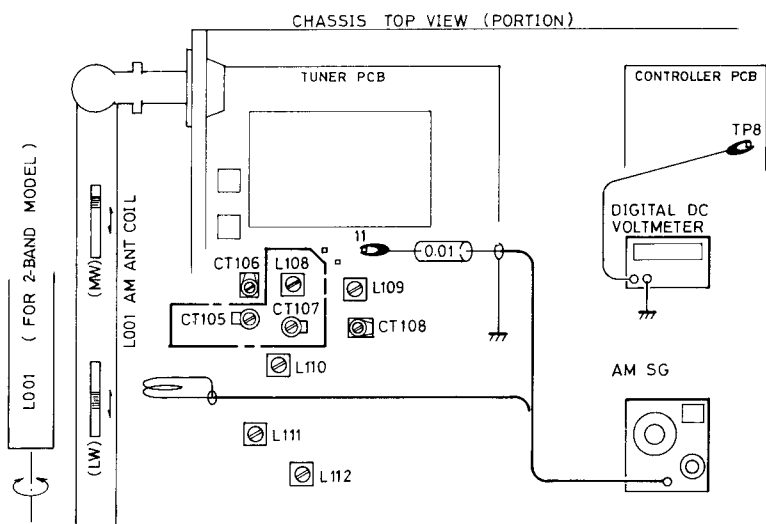

Fig. 4. Portion encircled by - - - - is not applied to 2-band models.
- Receive 164kHz signal from the AM signal generator, adjust the (LW) coil of AM antenna L001 on the rear panel to obtain maximum sensitivity.
- Repeat steps 4 and 5 until no further improvement is noticed. (Fig. 4)
- Appliquer un signal 164kHz à l'aide du générateur de signaux MA et ajuster la bobine (GO) d'antenne MA L001 sur le panneau arrière de façon à obtenir une sensibilité maximum.
- Répéter les opérations des points 4 et 5 jusqu'à ce qu'il ne soit plus noté d'amélioration du fait du réglage. (Fig. 4)